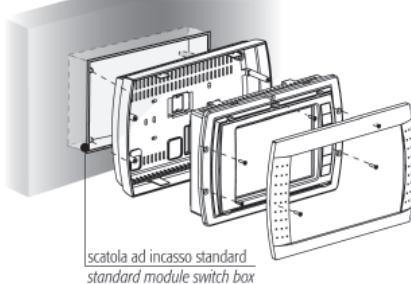

Fig. 3
Il montaggio a parete del terminale prevede l'iniziale fissaggio del retro contenitore (Fig. 3) ad una scatola da incasso standard 12/14 moduli (rif. normativa CEI23-48 – IEC60670).
- Pre-agghiacciare il frontale al retro contenitore: fissare il tutto come illustrato in Fig. 3, utilizzando le 4 viti a testa svasata presenti nel sacchetto anch'esso all'interno dell'imballo;